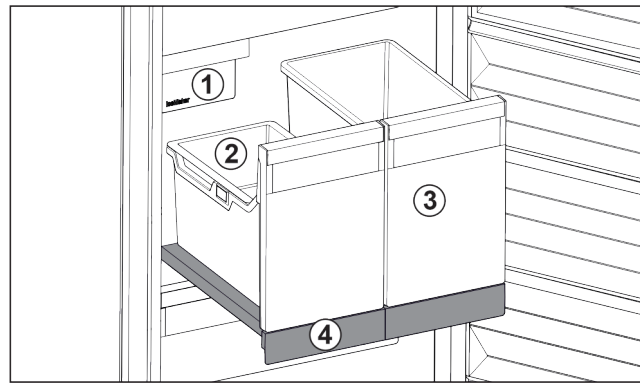

Fig. 88 Auszugsbord mit IceTower
- (1) IceMaker
- (2) Einhängeschale für Eiswürfel
- (3) Behälter für z. B. Pizza, alkoholische Getränke
- (4) Auszugsbord
Auf dem Auszugsbord sind zwei hohe Behälter (IceTower). Im Behälter Fig. 88 (2) werden Eiswürfel aus dem IceMaker gesammelt und gelagert. Behälter Fig. 88 (3) eignet sich für die Lagerung von hohen Lebensmitteln wie Pizzen oder alkoholischen Getränken.